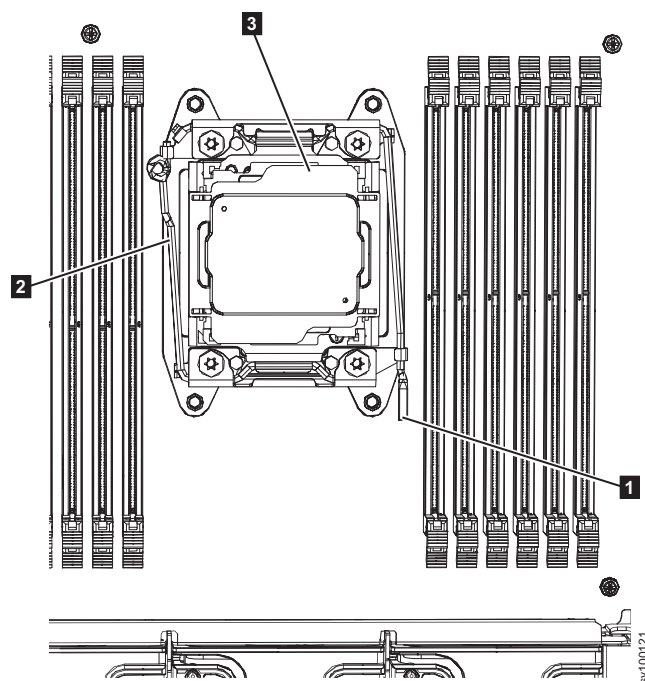

Figura 291. Abrindo as alavancas de liberação
4. Abra o retentor e as alavancas de liberação do soquete do microprocessador, conforme mostrado em Figura 291.